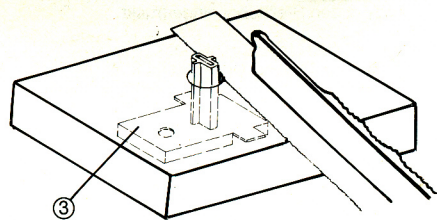

Abb. 2
Vor der endgültigen Montage des Unterflurantriebes muß die Stelldrahtführung (3) auf das entsprechende Maß der Plattenstärke angepaßt werden. Bei der Montage mehrerer Unterflurantriebe ist es zweckmäßig, eine Schneidlehre anzufertigen. Dazu eignet sich ein Plattenrest in gleicher Dicke der Anlagenplatte mit einer Bohrung im Durchmesser von 10 mm (Abb.2). Zum Kürzen der Stelldrahtführung wird diese mit dem Führungsschaft in die Bohrung eingeführt.
Der auf der Gegenseite überstehende Teil des Führungsschaftes wird mit einer nicht zu groben Bastelsäge entlang der Plattenfläche abgeschnitten (Abb.2). Die entsprechend gekürzte Stelldrahtführung kann nun wieder auf den Unterflurantrieb aufgesetzt werden - dabei ist jedoch zu beachten, daß der Stellhebel (4) seine korrekte Lage einnimmt (Abb.4).
Before final installation of the motor, the activator wire guide (3) must be fitted to the thickness of the baseboard. When mounting several motors, it is useful to prepare a cutting template. A board remnant having the same thickness as the baseboard with a 10 mm hole can be used for this purpose (fig. 2).
To shorten the activator wire guide, the guide shaft is inserted into the hole. The part of the wire guide protruding from the opposite side is cut off along the plate surface with a fine-toothed hobby saw (fig. 2). The properly shortened wire guide is then replaced in the under-baseboard